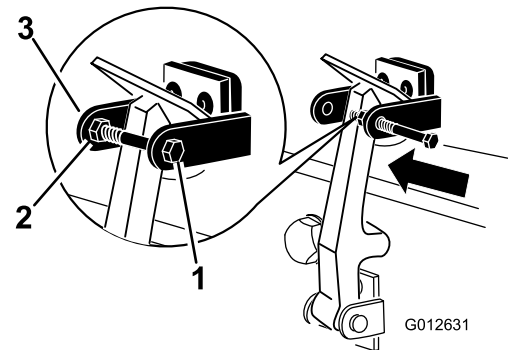

图 7
8. 将螺栓安装到机罩门锁支架的另一个臂将门锁锁定到位 (图 7)。拧紧螺栓但不要拧紧螺母。